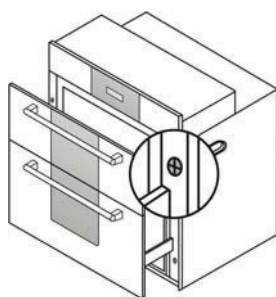

图1
- ❑ 按图1所示打开消毒的柜门，用螺丝刀、扳手等工具拆卸左右两侧的四套运输螺钉和螺母。